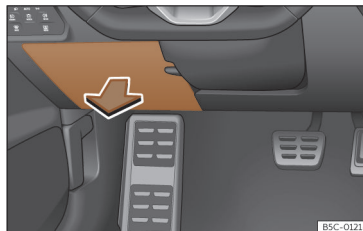

Fig. 219 No painel de instrumentos do lado do condutor: tampa da caixa de fusíveis.
- **Abrir:** recline a cobertura para baixo >>> **Fig. 219.**